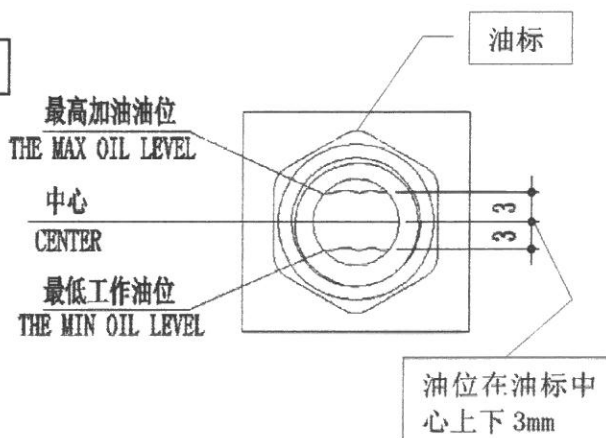

图 5-2 油位参考图
- 5.3.1、通过油标的透明玻璃窗检查油位，油位应在玻璃窗的中心上下 3mm 为宜；（图 5-2）